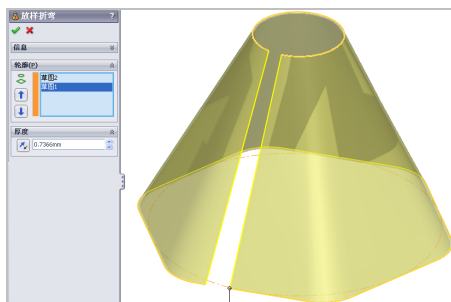

图 9-61 选择草图对象
(3) 弹出【放样折弯】属性管理器，依次选择草图 1 和草图 2 对象，如图 9-61 所示。